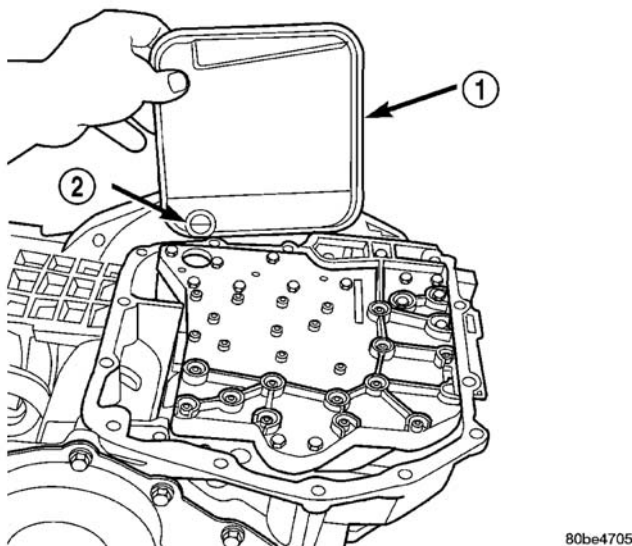

图 160 安装油滤清器
- 1-阀体安装螺栓 (18)
(65) 安装油滤清器和新的 O 形圈 (图 160)。